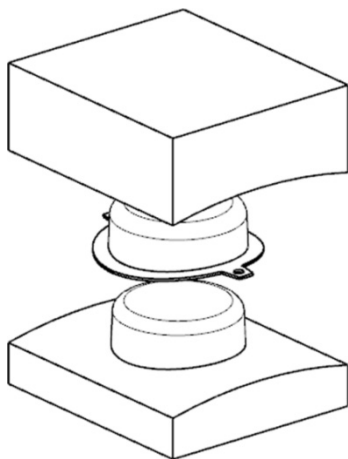

图8-10 移动型腔
(25) 选取上面的零件，使上面的零件向上移动30mm。
(26) 采用同样的方法，移动型腔，如图8-10所示。